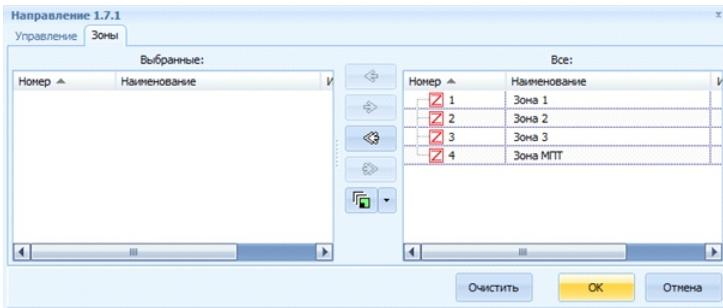

Рисунок 8
7.2 Для настройки индикатора «Пожар» следует выбрать зоны, которые присыпаются к направлению (рисунок 8).